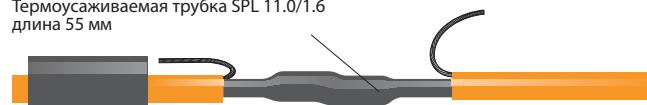

Рисунок 9
4.11. Надвинуть на полученное соединение термоусаживаемую трубку SPL 11.0/1.6 длиной 55 мм. Обработать термоусаживаемую трубку струей горячего воздуха при помощи электрического фена для её усадки, выставив регуляторы температуры на 100–150 °C. Тепловой поток фена направлять от центра к краям соединения до образования плотно прилегающей оболочки без воздушных включений. Время воздействия 4–6 секунд. Правильно обработанная трубка должна дать усадку и плотно обжать со всех сторон место соединения согласно рис. 9.